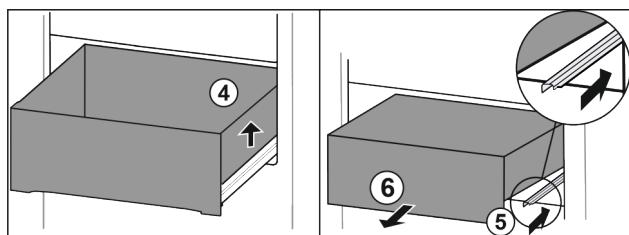

Fig. 78
- Podignite ladicu desno. Fig. 78 (4)
- Gurnite desnu vodilicu. Fig. 78 (5)
- Izvadite ladicu prema naprijed. Fig. 78 (6)